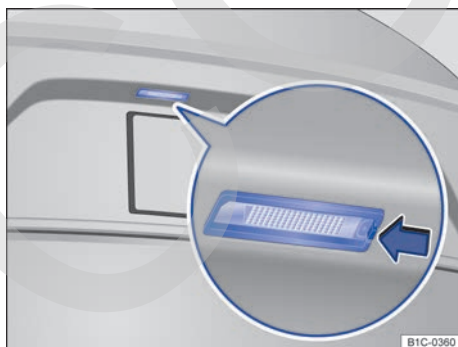

Fig. 192 En el paragolpes trasero: luz de la matrícula.
2.	Presione con la punta plana del destornillador de las herramientas de a bordo → pág. 262 en el rebaje de la luz de la matrícula, en el sentido de la flecha → fig. 192.